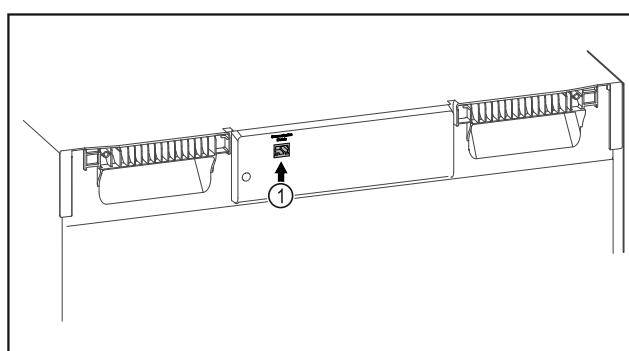

Fig. 127
- SmartModule Fig. 127 (1) naudojamas.